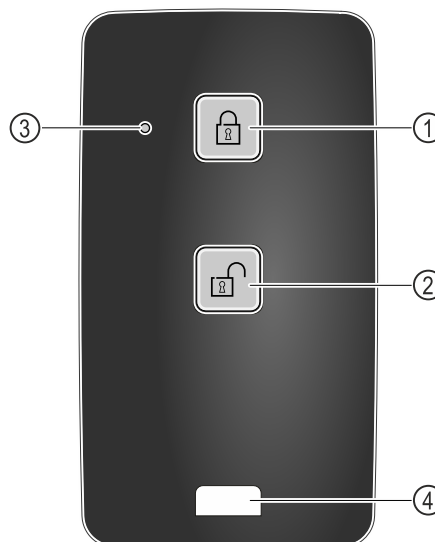

Fig. 147
- (1) Zablokování zámku
- (2) Odblokování zámku
- (3) Stavová LED
- (4) Upevňovací očko
- ▶ Na dálkovém ovládní stiskněte tlačítko Fig. 147 (1).
- ▶ Na dálkovém ovládní stiskněte tlačítko Fig. 147 (2).
- ▶ Stavová LED Fig. 147 (3) vydá při stisknutí tlačítka optickou zpětnou vazbu.
- ▶ Očko Fig. 147 (4) k upevnění dálkového ovládní, např. na svazek klíčů.